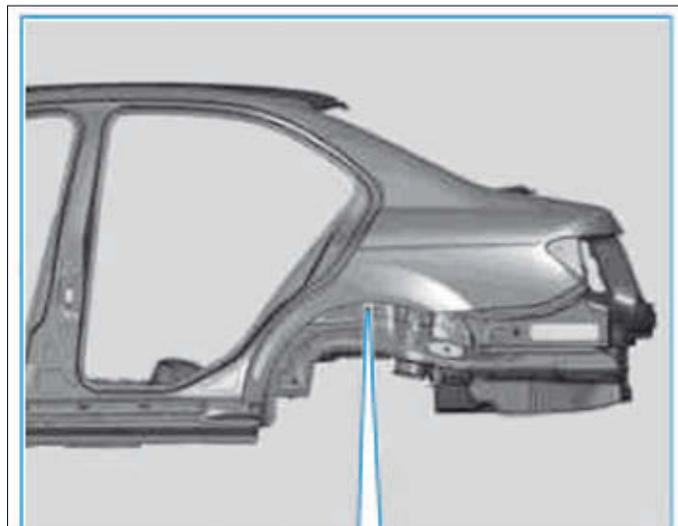

FIG. 100
- Déposer l'aile arrière (1) à l'aide d'un couteau électrique au niveau de la zone (N) (Fig.100).
- Nettoyer le reste de la colle dans la zone (N).